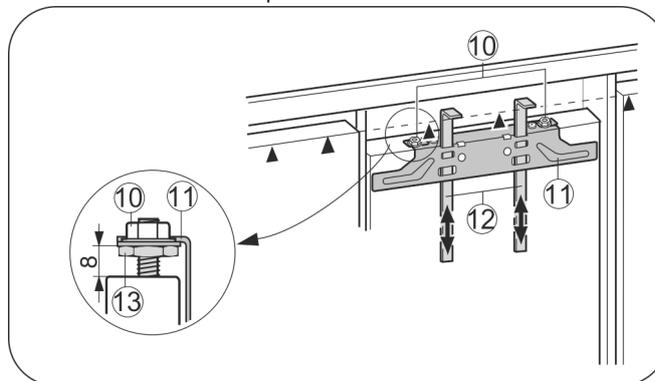

Fig. 25
- ▶ Desplace hacia arriba las ayudas de montaje Fig. 25 (12) a la altura de la puerta del mueble. Canto inferior de tope ▲ de la ayuda de montaje = canto superior de la puerta del mueble que se ha de montar.
- ▶ Desatornille el travesaño de fijación Fig. 25 (11) mediante las contratuercas Fig. 25 (10).